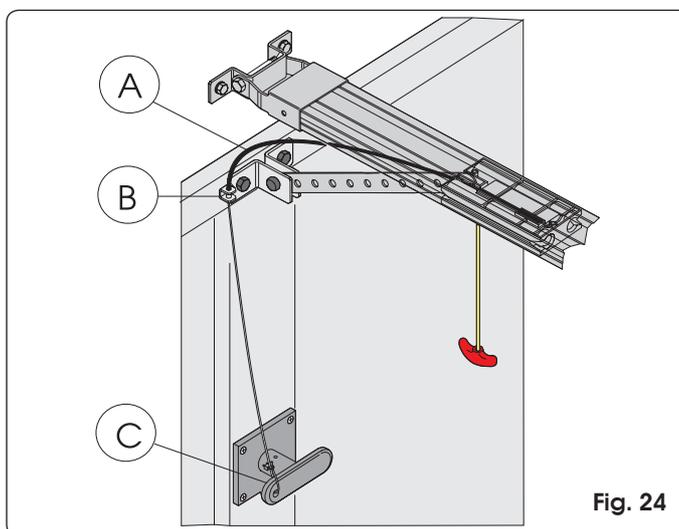

Fig. 24
- 1) Tagliare a misura la guaina del cavetto (Fig. 24 rif. A).
- 2) Infilare il cavetto nella guaina e farlo passare nell'apposito occhietto dell'attacco sulla porta (Fig. 24 rif. B).
- 3) Tagliare a misura il cavetto ed assemblarlo con la leva interna della maniglia di sblocco (Fig. 24 rif. C).